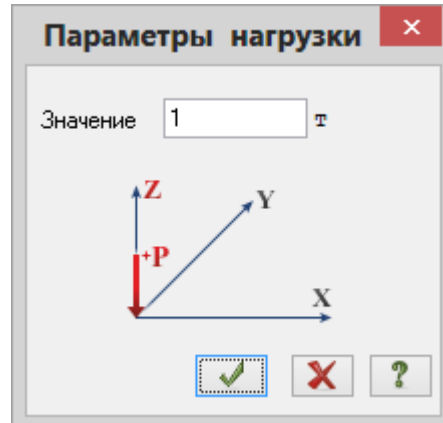

Рис.2.16. Диалоговое окно **Параметры нагрузки**
- В появившемся окне введите значение **P = 1 т** (рис.2.16).